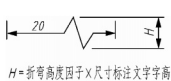

图 6-11 【线性折弯标注】效果
⑥【折弯高度因子】：控制线性标注折弯的显示，如图 6-11 所示，折弯高度由尺寸标注文字字高和折弯高度因子确定。